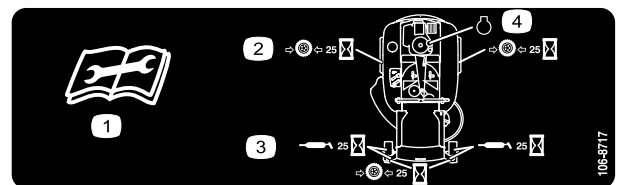

Figure 28
3. Nettoyez les graisseurs (Figure 27 et Figure 28) à l'aide d'un chiffon. Grattez la peinture qui pourrait se trouver sur les graisseurs.
4. Raccordez une pompe à graisse à chaque graisseur (Figure 27 et Figure 28). Injectez de la graisse dans